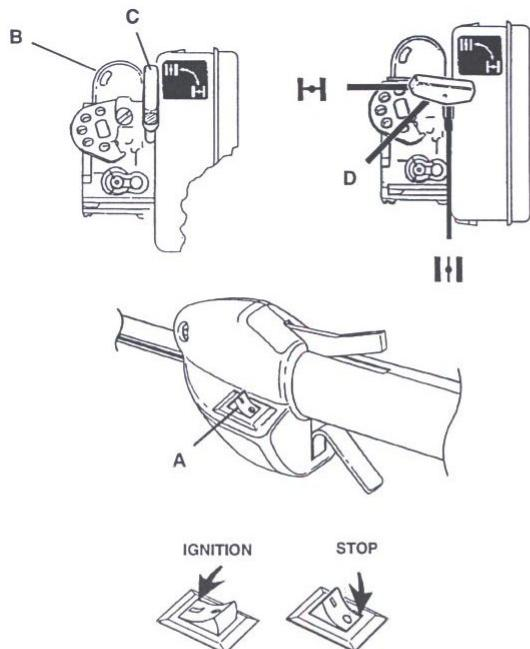

Fig. 1
1. Stop motoren. Hold fasti strenghuset, og skru spolelåsen (A) af. Drej højre om (se fig. 1).
1. Stop engine. Hold string head and unscrew spool retainer. Turn clockwise, (see Fig. 1, page 23).
1. Stanna motorn. Håll trådhuvudet och skruva av spolens mutter. Vrid medurs (se fig 1, sid 23).
1. Stop motoren. Hold fast i strenghuset, og skru spolelåsen af. Drej højre om (se fig. 1, side 23).
2. Tag spolen af strenghuset (Bemærk: Lad fjederen [B, fig. 1, side 23] blive på spolen). Fjern evt. tilbagestående streng fra spolen.